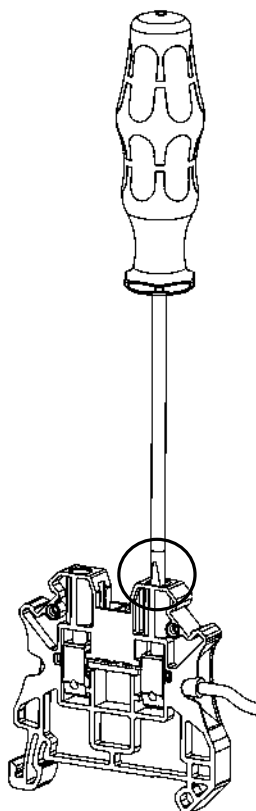

Рисунок 25 – отверстие для отвертки в винтовых клеммах при подключении проводника
- Вставьте плоскую отвертку (размер шлица зависит от типа клеммы) в круглое отверстие клеммы (рис. 25).